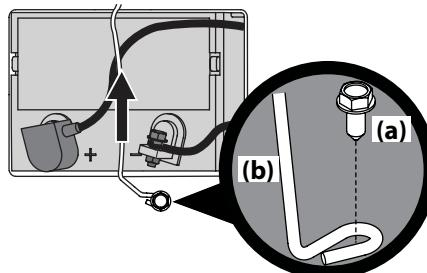

Figura 4-10
- Extraiga el tornillo de cabeza hexagonal (a) que sujetá el soporte de sujeción de la batería (b) al marco. Luego levante el soporte de sujeción de la batería (b) para liberar la batería. Consulte Figura 4-10.